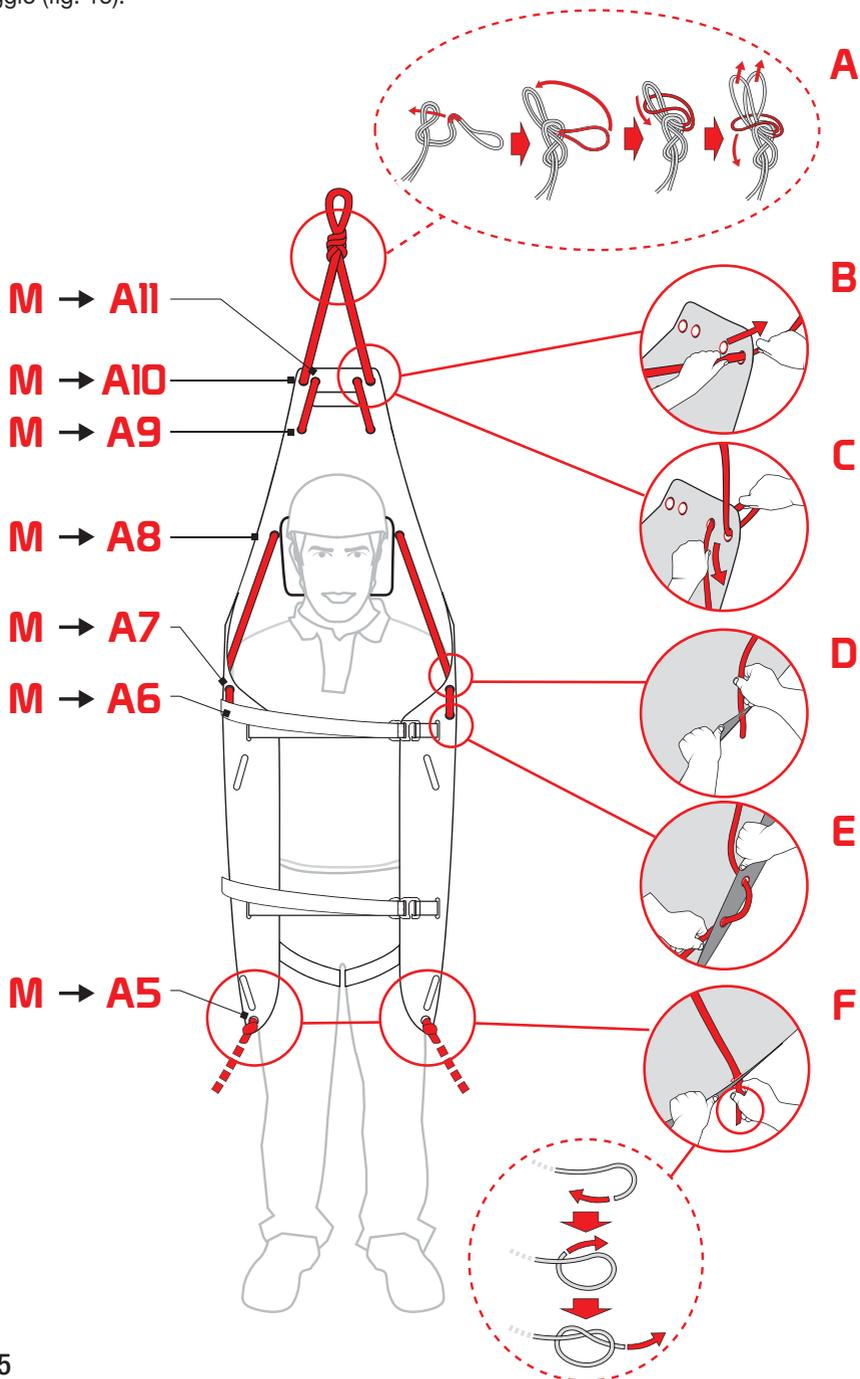

Fig.15
c) sollevamento/calata in verticale: inserire la corda (M) nei fori da A5 ad A11 del piano di appoggio (fig. 15).